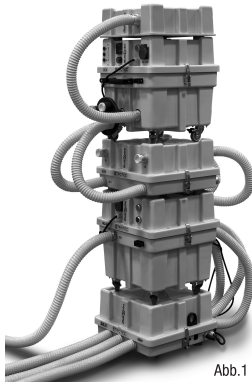
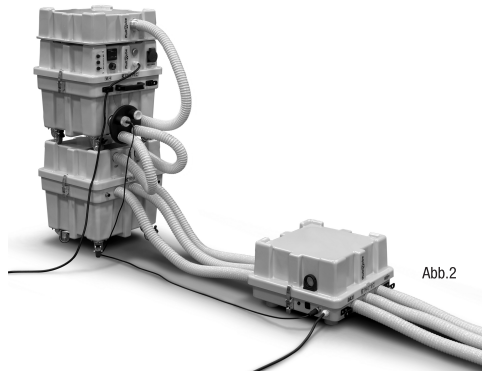

Abb.1
Abb.2
5. Stecken Sie den Feuchtesensor unter Verwendung des Einschraubadapters in einen Eingang des 4-Fachverteilers am Verdichter (Abb.2).
Sie können die DA 3i als unterstes Element des Multi-Qube-Turmes aufstellen (Abb.1). Oder stellen Sie das Gerät separat an einem geeigneten Ort in der Nähe der Kernbohrungen auf (Abb.2).